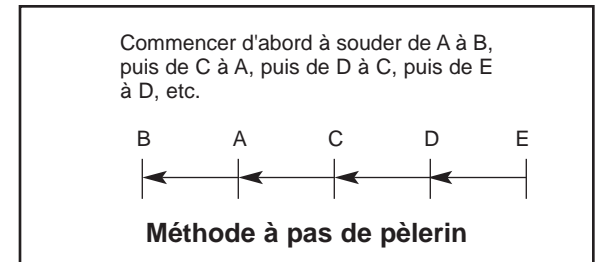

FIGURE 17
3. Quand on soude des tôles de 16 d'épaisseur (1,5 mm) et moins, un échauffement peut provoquer un gauchissement et un trou. La façon d'éliminer ces problèmes est d'utiliser la méthode dite à pas de pèlerin illustrée à la figure 17.